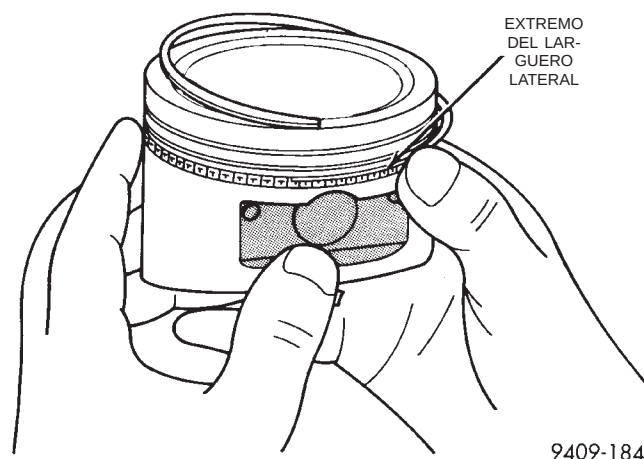
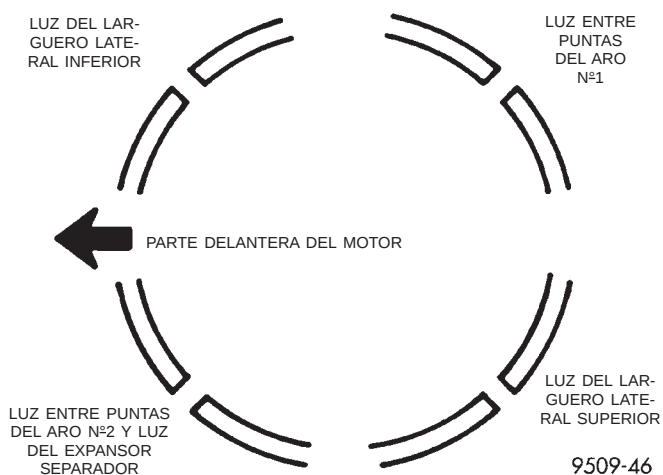

Fig. 7 Instalación del larguero lateral
Fig. 8 Posición de la luz entre puntas de aro pistón
(2) Instale el larguero lateral colocando un extremo entre la acanaladura del aro de pistón y el expansor. Sostenga firmemente el extremo y oprima hacia abajo la porción a instalar, hasta que el larguero lateral quede en su posición. **No utilice un expansor de aros de pistón** (Fig. 7).
(3) Instale primero el larguero lateral superior y luego el larguero lateral inferior.
(4) Instale el aro de pistón n°2 y luego el aro de pistón n°1.
(5) Emplace las luces entre puntas del aro de pistón como se muestra en (Fig. 8).
(6) Emplace la luz del expansor del aro de aceite, por lo menos, a 45° de las luces de los largueros laterales pero **no** en el centro del perno de pistón o en la dirección del empuje. El escalonamiento de las luces entre puntas de los aros es importante para el control del aceite.